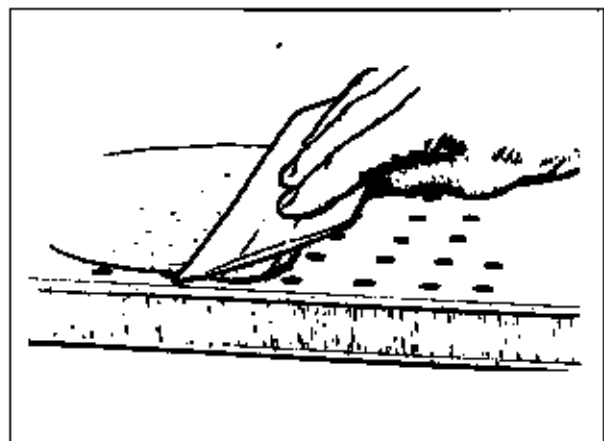

Figure 4-4 Spachteln Sie eventuelle Lunker über und glätten Sie die Fläche mit einer Mischung aus Epoxid und Füller 407.
6. Die Fläche wird dann geschliffen, eventuelle Löcher und Lunker mit Harz/Füller 407 aufgefüllt, Konsistenz wie Erdnußbutter (Abb. 4-4). Danach erfolgt die Oberflächenbehandlung nach Kapitel 2.